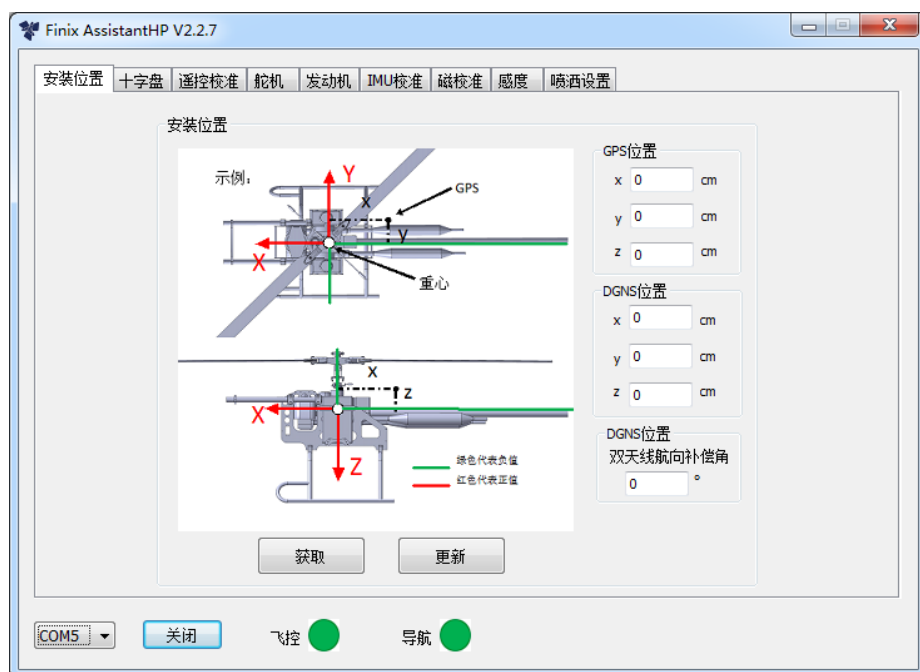

图 4-7 数据连通成功
2. 选择相应的 COM 端口号后, 点击“打开”开启端口, 按钮变为“关闭”。3 秒后, 飞控和导航指示灯变为绿色, 表示数据连通成功, 如图 4-7 所示。